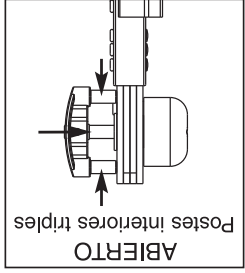

Figura 2
- 2) En la posición abierta (Véase la Figura 2), puede ajustarse el ángulo de la escalera.
la perilla-botón (Véase la Figura 2).